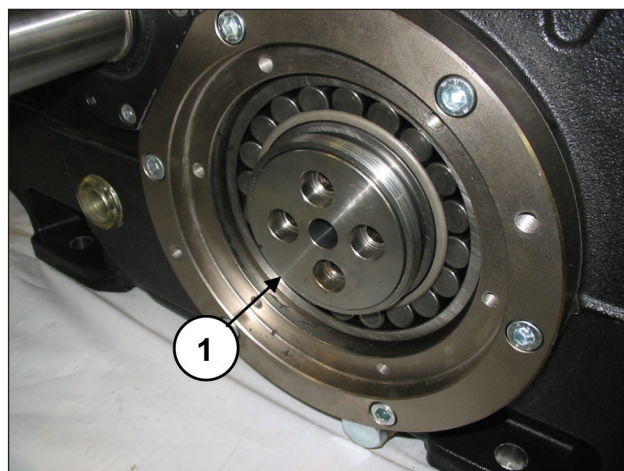

Fig. 15
Laisser les brides de maintien de la douille en place (rep. ①, Fig. 15).